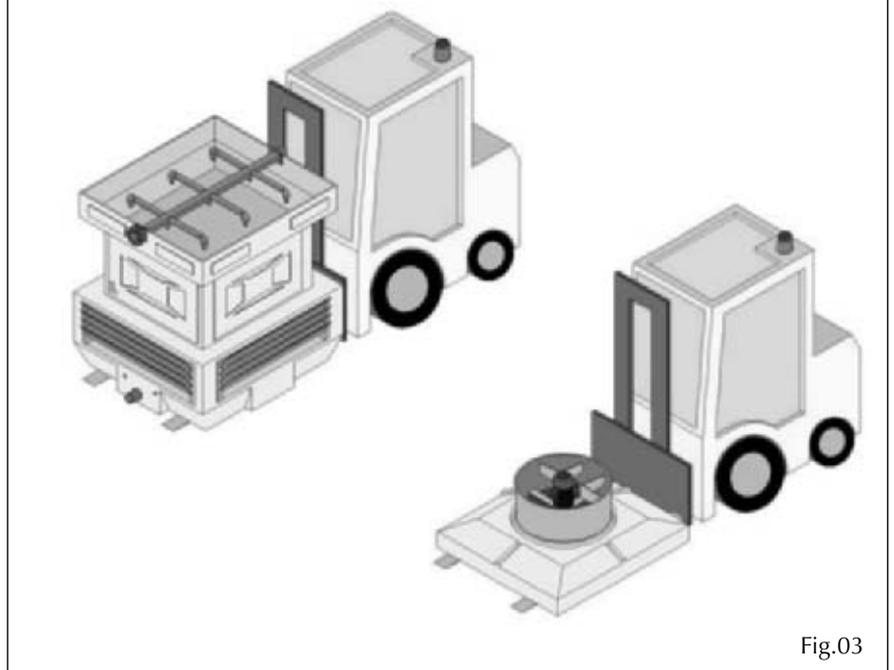

Fig.03
- Il centraggio avvenga sulla linea di baricentro del manufatto (Fig. 03).
- L'estremità delle forche si sporga dal pezzo (Fig. 03).